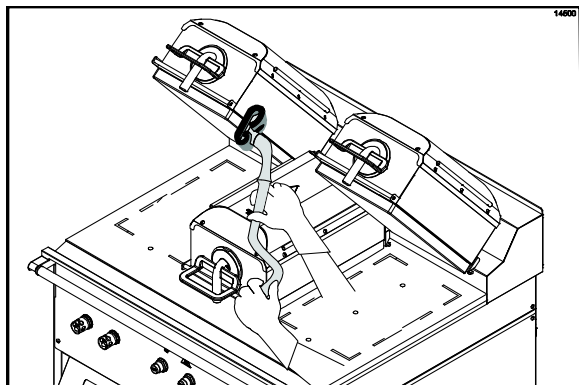

图 95
21. 在从右煎板到左煎板的内边缘上涂抹煎炉清洁剂。（请见图 95）